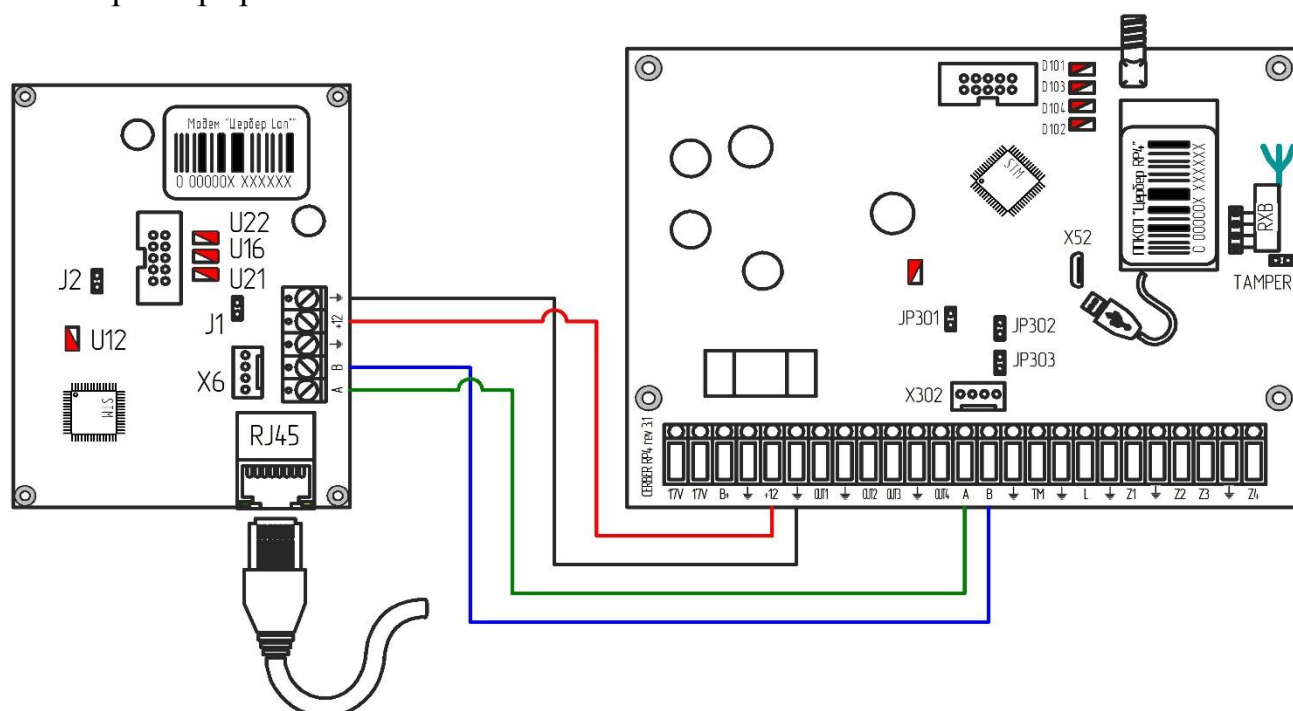

Рис. 3
2. ППКОП “Цербер RP4” + модем “Цербер LAN” (рис.3). Основным каналом связи в данном случае будет являться радиоканал. В случае не возможности доставки событий по радиоканалу доставка событий будет происходить через tcp-ip (Ethernet). При работе через tcp-ip (Ethernet) прибор не будет ретранслировать события от других приборов радиосети, а будет доставлять только собственные события. При восстановлении основного канала связи прибор автоматически переключится на него. Дистанционное управление прибором можно осуществлять как через радио, так и через tcp-ip каналы связи.